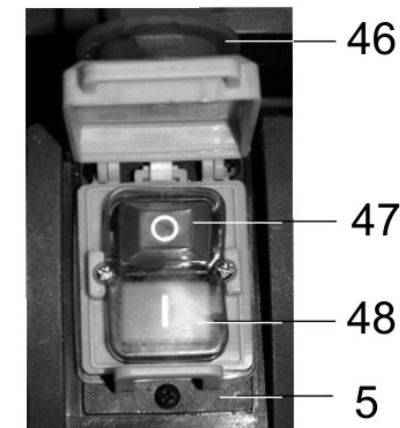

Рис. 19 46 47 48 5
10.2. Включение (Рис. 19)
10.2.2. Как показано на Рис. 19, для включения машины откройте крышку (46), нажмите на кнопку включения (48).